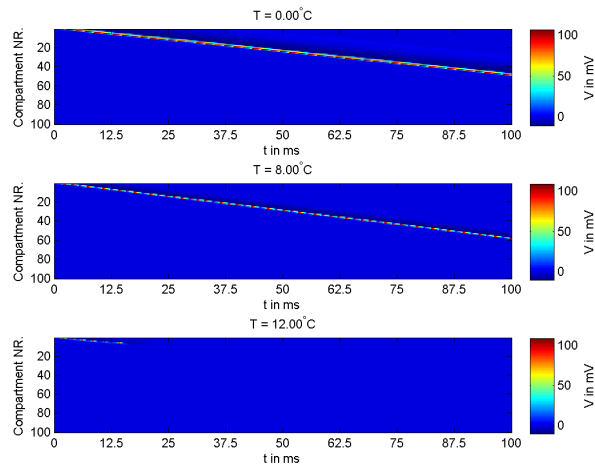

Figure 7. Veränderung des Parameters $T = [0.00, 8.00, 12.00]^{\circ}\text{C}$
- e) Die Temperatur beeinflusst die Änderung der Gating Variablen. Somit laufen die Reaktionen bei einer höheren Temperatur schneller ab. Dies sieht man auch in der Ausbreitung des Aktionspotentials. Bei niedrigerer Temperatur nahe 0°C kommt das Aktionspotential in 100ms nur bis Compartment 50. Bei höheren Temperaturen schon bis Compartment 60. Ist die Temperatur zu hoch (ab ca. 12°C) funktioniert das Differentialgleichungssystem nicht mehr. Man sieht zwar, dass am Anfang das Aktionspotential sehr schnell weitergeleitet wird, jedoch kommt es nach ein paar Compartments zum Erliegen. (vgl. Abb. 7)